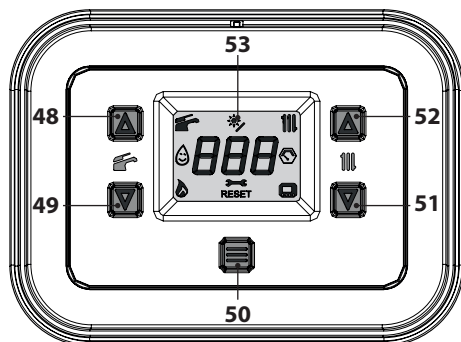

Figura 6.6
- Tenere premuto per 5 secondi il tasto 50 fino a far apparire sul display entrambe i simboli  e  (Figura 6.6).
- Entrare in "modalità programmazione" premendo contemporaneamente per 5 secondi i tasti 49 e 51 (Figura 6.6) fino a far apparire sul display LCD le lettere **HiS** che indicano il menu "Storico delle caldaia" (Figura 6.8).
- Premere il tasto 50 (Figura 6.6) per attivare la funzione. Il display visualizzerà quanto segue (Figura 6.10 e Figura 6.11).
- tenere premuti contemporaneamente i tasti 49 e 51 per 5 sec. (Figura 6.6) (ritorno al livello precedente).
- Spegnerla caldaia tenendo premuto per 5 secondi il tasto 50 (Figura 6.6) fino a far apparire sul display LCD il simbolo **— — —** (i trattini vengono accesi in sequenza per simulare uno scorrimento) (Figura 6.5).